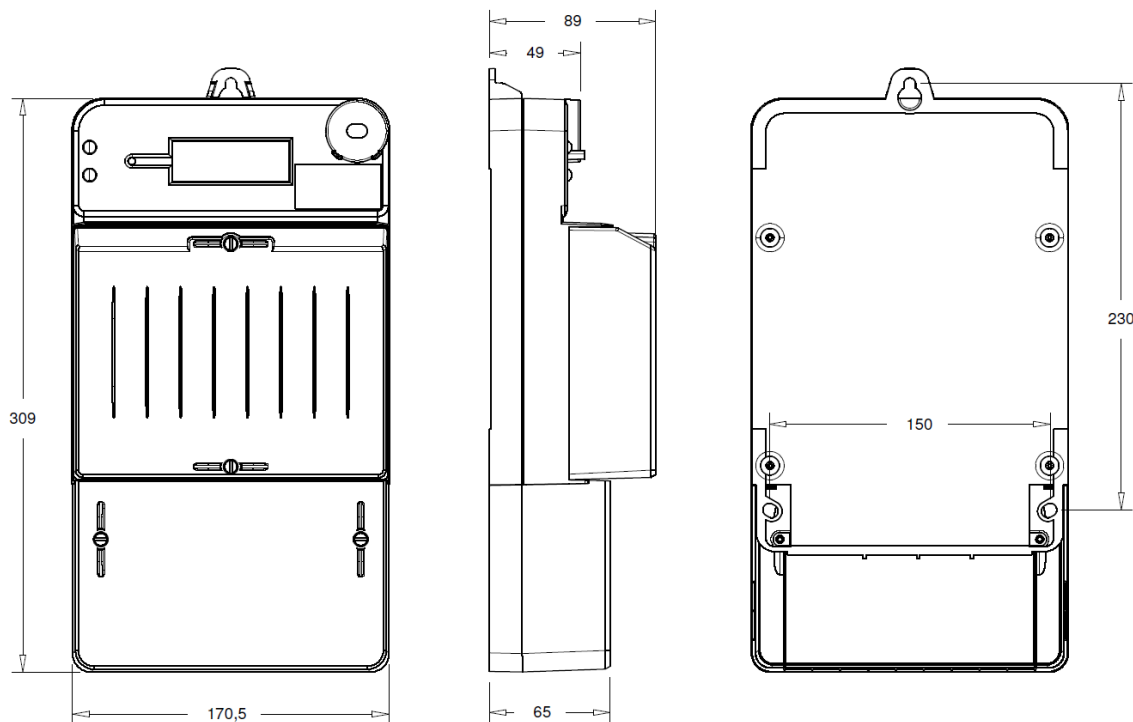

Abb. 15: Abmessungen des Zählers, Ansicht vorne, seitlich und Rückseite
- Bei der Wahl des Montageorts die Abmessungen des Geräts beachten, siehe Abb. 15.